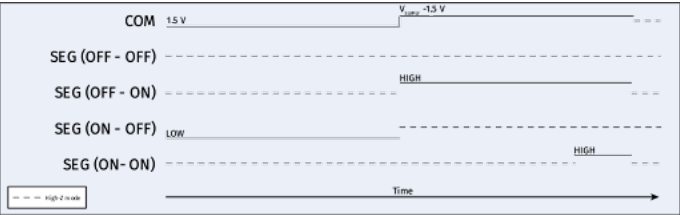

Figure 7. Chronogramme pour actualiser l'afficheur en deux étapes.
Cette technique actualise l'afficheur en deux étapes (figure 7). Premièrement, certains segments sont désactivés en réglant la tension de l'électrode commune à 1,5 V et les électrodes des segments concernés à l'état bas (OFF, 0 V, ce qui fournit -1,5 V aux segments). Deuxièmement, certains segments sont activés en réglant la tension commune à $V_{SUPPLY} - 1,5$ et les électrodes du segment concerné à l'état haut (HIGH, V_{SUPPLY} , ce qui fournit +1,5 V aux segments). Une impulsion de rafraîchissement plus courte est nécessaire au niveau des segments qui doivent être maintenus à l'état haut (ON). La séquence se termine par configurer toutes les sorties en haute impédance (HIGH-Z) pour maintenir l'état.